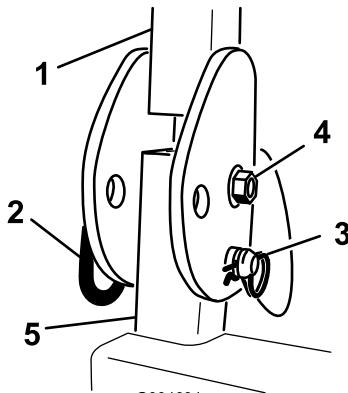

Figura 58
1. Retire el perno, la tuerca, la chaveta y el pasador que sujetan cada conjunto del ROPS a los postes del ROPS (Figura 58). Retire el conjunto del ROPS.